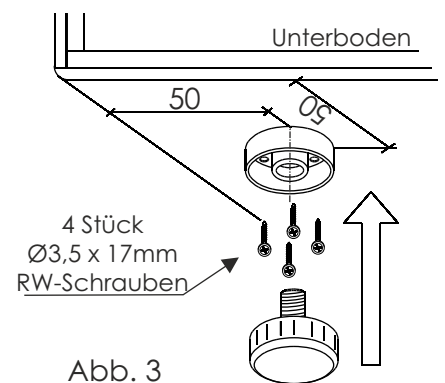

Abb. 3
3. Öffnen Sie die hintere Klappe des Kabelkanals und schieben das Möbel an die Wand. Rechts und Links sind an den Innenseiten der Außenseiten die Kippsicherungsbeschläge montiert. Drücken Sie die Gewindeschraube des Beschlags nach unten und schieben das Möbel dicht an die Wand. Lösen Sie anschließend den Druck auf die Schraube, sodass der Kopf der Schraube unter die Aufhängeschiene zurück springt. (Abb.3)